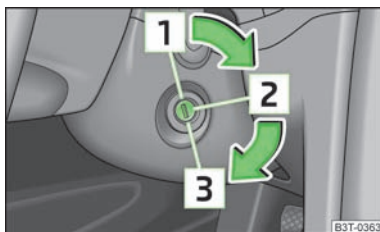

Fig. 113
- Appuyez à fond sur la pédale d'embrayage, mettez le contact **2** et démarrez **3** » fig. 113 - n'appuyez pas sur la pédale d'accélérateur. Maintenez la pédale d'embrayage enfoncée jusqu'à ce que le moteur démarre.
Coupez le moteur en faisant passer la clé de contact en position **1** » fig. 113.